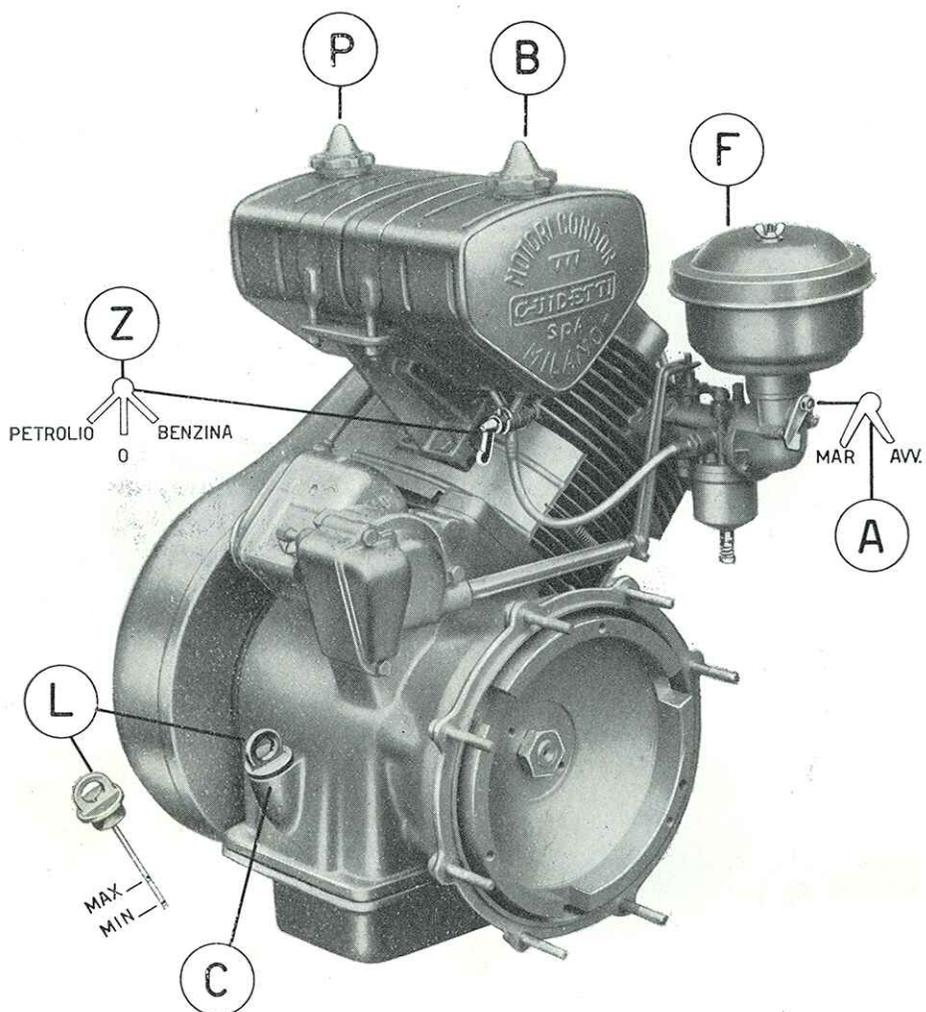
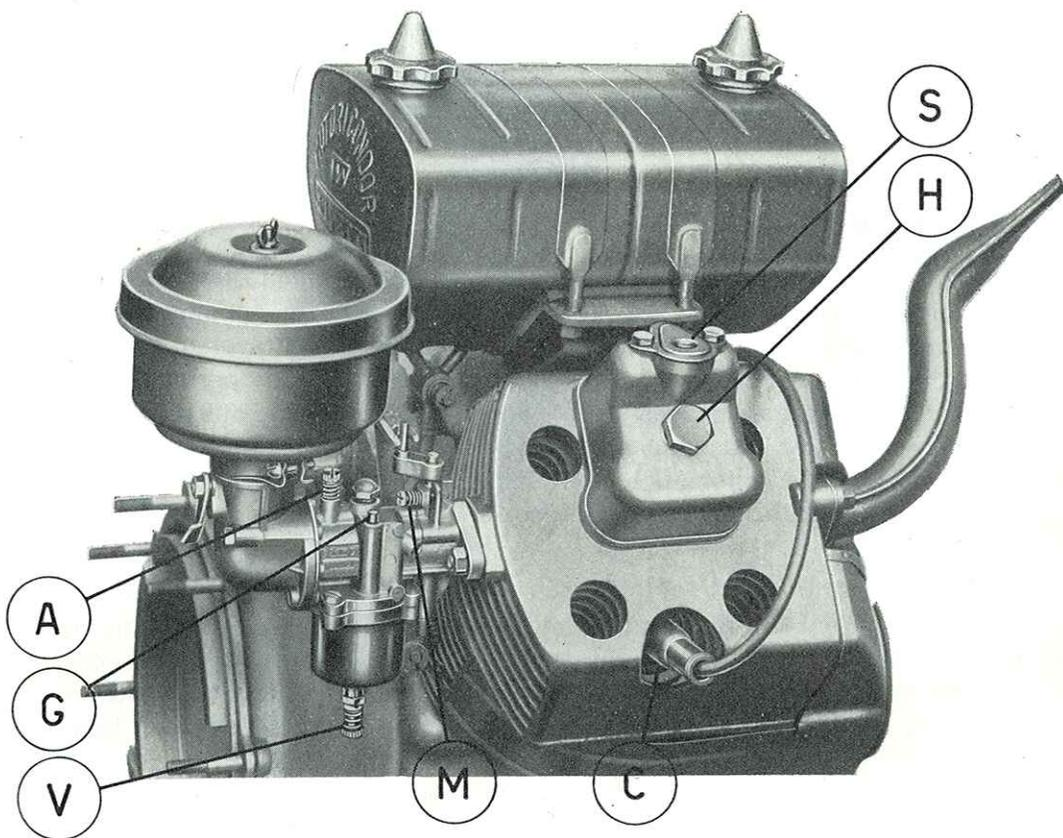

FIG. 2
FIG. 3
- 1) **Rifornimento di olio** (fig. 2): togliere l'asta L dal basamento e versare nel canale C olio fresco nella quantità e qualità specificate alle pagine 2 e 6.
- 2) **Rifornimento di carburante** (fig. 2): assicurarsi che il rubinetto Z sia chiuso. Togliere quindi i tappi B e P e riempire gli scomparti di benzina e petrolio, rispettivamente, servendosi di un imbuto munito di filtro. Nel caso di motore predisposto per funzionamento a benzina, il serbatoio è provvisto di un solo tappo.
- 3) **Carburatore**: assicurarsi che nella vaschetta del carburatore non sia rimasto petrolio che potrà, in caso, essere scaricato allentando la vite V (fig. 3).
Chiudere l'otturatore d'aria spostando la levetta A (fig. 2) verso AVV. (avviamento).
Aprire quindi il rubinetto Z (fig. 2) del serbatoio spostando la levetta verso lo scomparto della benzina e premere alcune volte il pulsante G (fig. 3) del galleggiante per richiamare la benzina nella vaschetta.
- 6) **Funzionamento**: dopo i primi scoppi aprire gradatamente l'otturatore d'aria del carburatore spostando la levetta A (fig. 2) verso MAR (marcia) ed il motore funzionerà regolarmente. Lasciare quindi funzionare il motore a benzina per alcuni minuti dopo di che, per l'alimentazione a petrolio, spostare la levetta del rubinetto Z (fig. 2) nella posizione opposta alla precedente. È però consigliabile, specialmente nelle stagioni fredde, di portare, subito dopo l'avviamento, la velocità del motore ad un regime più basso, per alcuni minuti, onde favorire la lubrificazione.
- a) chiudere il rubinetto Z (fig. 2) portando la levetta in posizione verticale;
Il montaggio dei vari elementi sul perno (7) non richiede alcuna messa in fase in quanto sono previsti i riferimenti sul perno stesso. La figura (7) mostra il funzionamento del comando regolatore nella posizione di max e min. L'unica regolazione che si deve effettuare, nel caso sia stato tolto il sigillo (4) è quella di registrare la vite (5) per stabilire la posizione al max della leva (10) e quindi limitare la massima velocità del motore. La posizione al min. invece non abbisogna di particolare registrazione in quanto la leva (10) spinta dalla molla a bovolo (1) deve dare un carico alla molla antagonista (9) tale da assicurare una sufficiente pressione della vite M (fig. 3) del carburatore contro il suo arresto.